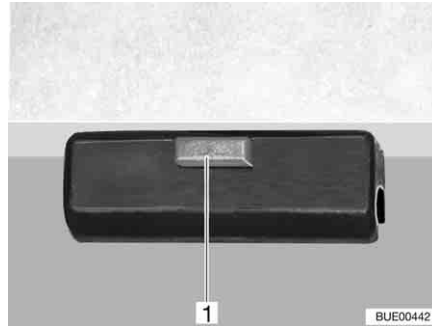

Bild 105 Lås
- Lossa låset (Bild 105,1) på bordsskivan.